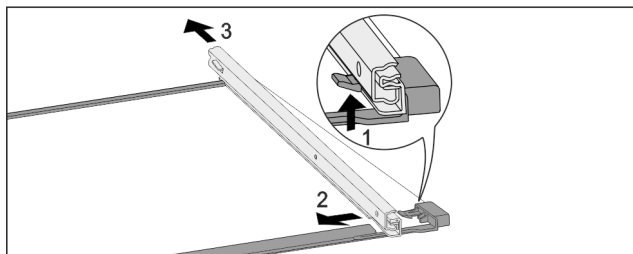

Fig. 235 Steklena plošča z vodili
- ▶ Sprednji zaskočni kaveljček potisnite navzgor. Fig. 235 (1)
- ▶ Izvlačno vodilo potisnite Fig. 235 (2) na stran Fig. 235 (3) in nazaj.